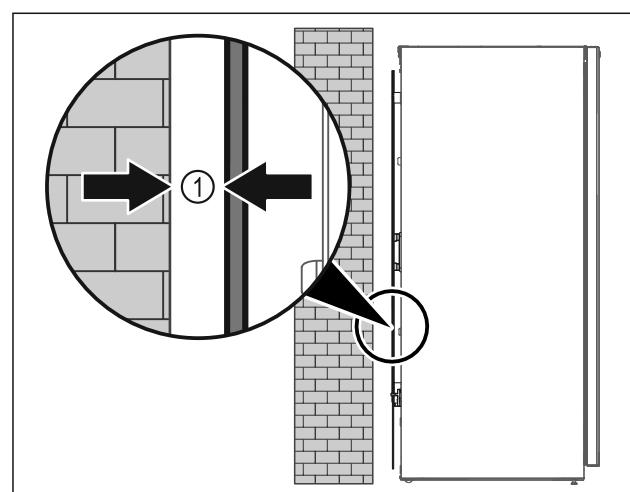

Fig. 9
- Установите устройство или свободно в помещении или прямо к стене на расстоянии 5 мм Fig. 9 (1).